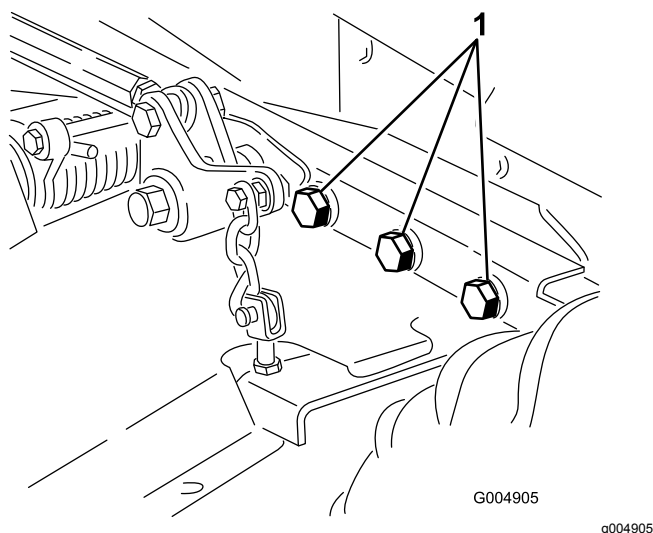

Figura 87
4. Compruebe que todos los herrajes están bien apretados; apriételos si es necesario. Apriete los 6 pernos que sujetan el bastidor de la plataforma de corte a la unidad de tracción (Figura 87) a 359 N·m (265 pies-libra).